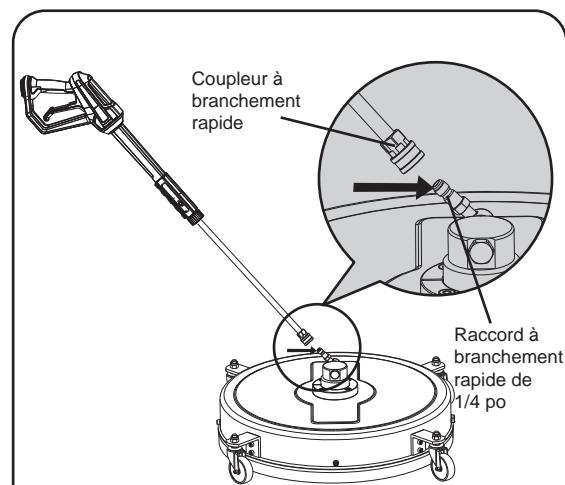

Figure 1
2. Fixez le raccord à branchement rapide de 1/4 po à l'extrémité de la lance de la laveuse à pression (**consultez la figure 1**).